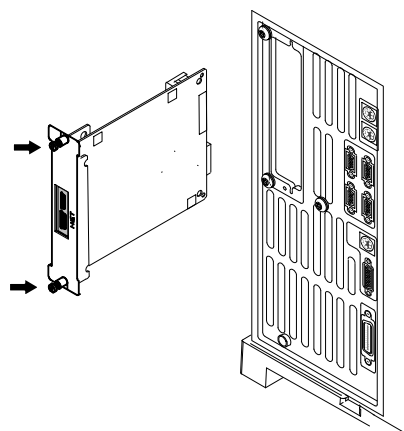

図 35 LAN カードを取り外す
- 8 MIO カード (LAN カード) が装着されている場合は、2 本の取り付けネジを緩め、カードを GC から引き出します (図 35 を参照)。